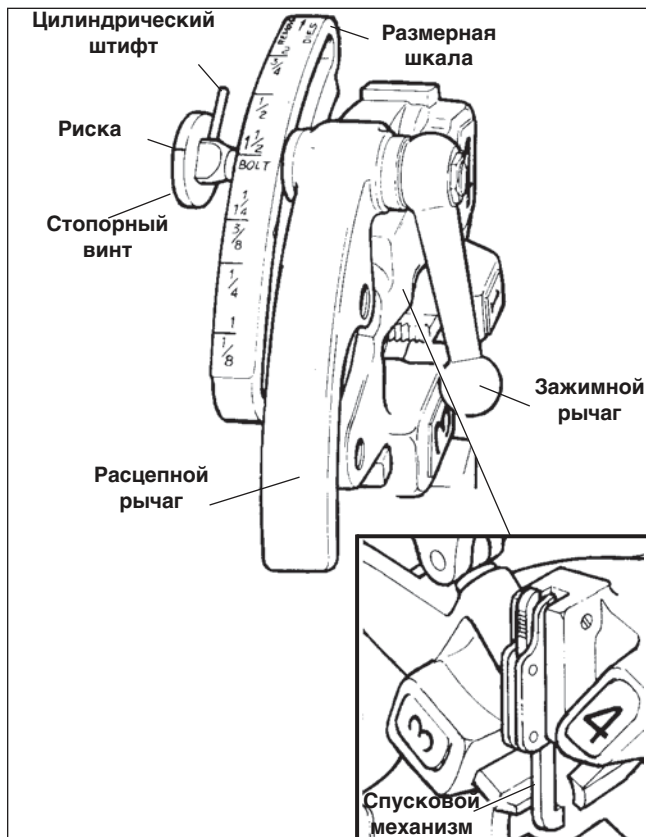

Рисунок 9 – Самооткрывающаяся головка № 711 и 911
- 7.б. Самооткрывающаяся резьбонарезная головка (рисунок 9) – Когда конец головки прикасается к курку, расцепляющий рычаг открывается автоматически на конических резьбах.
Для резьбонарезных головок № 711 и 911 (рисунок 9) для правых резьб требуется три набора гребенок для нарезания резьбы на трубы в диапазоне 1/4 – 2 . Для каждого из следующих диапазонов размеров труб требуется один набор гребенок: (1/4" - 3/8"), (1/2" - 3/4"), и (1" - 2"). Для болтовых резьб требуется отдельный набор гребенок для каждого размера болтов.